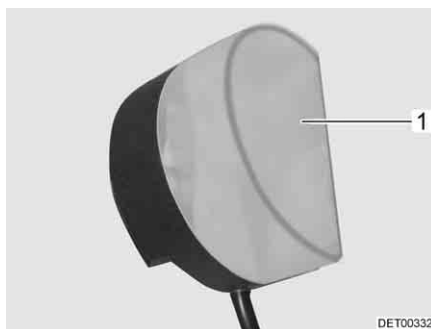

Fig. 192 Luci armadi guardaroba
- Comprimere leggermente e rimuovere la copertura della lampada (Fig. 192,1).